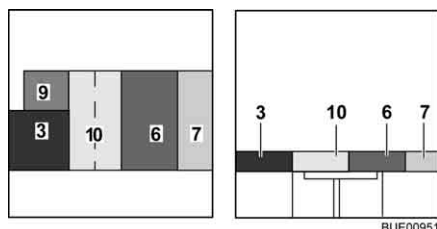

Fig. 101 Après la transformation
- Placer le coussin supplémentaire (Fig. 101,9) sur la rallonge de siège.
- Relever le coussin supplémentaire (Fig. 101,10) et le placer sur la table.
- Tirer le coussin d'assise (Fig. 101,6) vers le centre.
- Placer le coussin de dossier (Fig. 101,7) entre le coussin d'assise et la cloison.